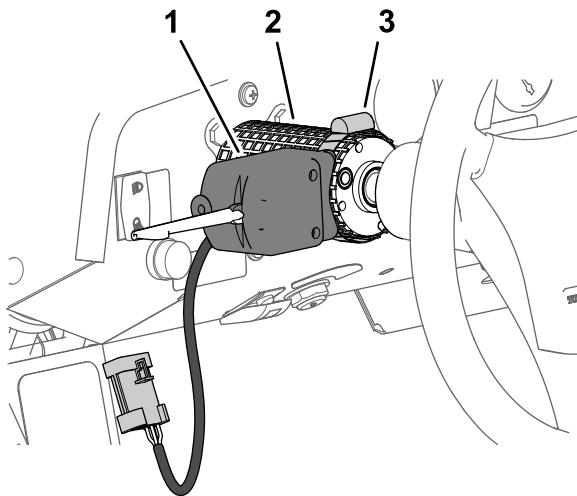

Figura 34
1. Monte o interruptor do sinal de mudança de direção na válvula de direção com a braçadeira de tubos como se mostra na Figura 34 e aperte a braçadeira à mão.